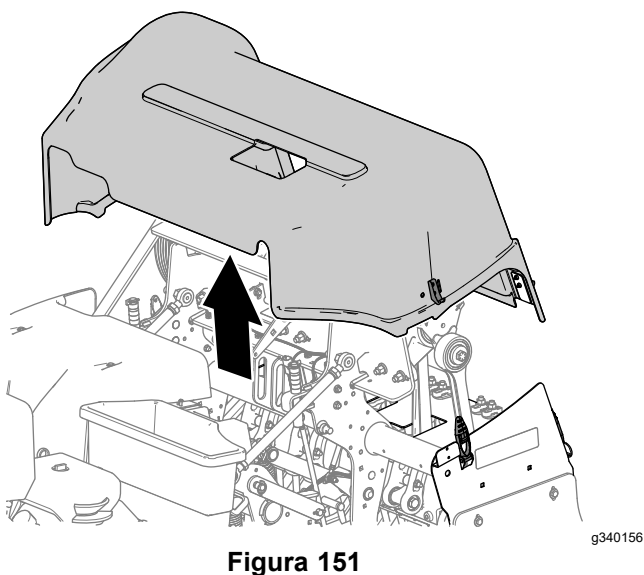

Figura 151
5. Ridicai capacul capului de carotaj de la maină (Figura 151).